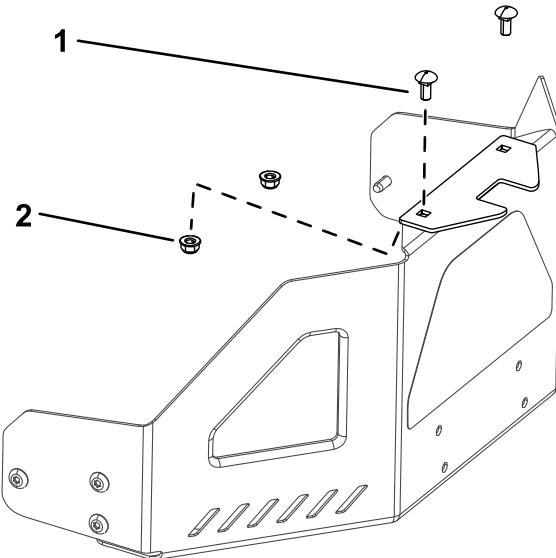

Bild 7
1. Befestigen Sie den Stabilisatorbügel mit zwei Schlossschrauben (5/16" x 3/4") und zwei Sicherungsmuttern (5/16") an der Motorschutzvorrichtung (**Bild 7**).